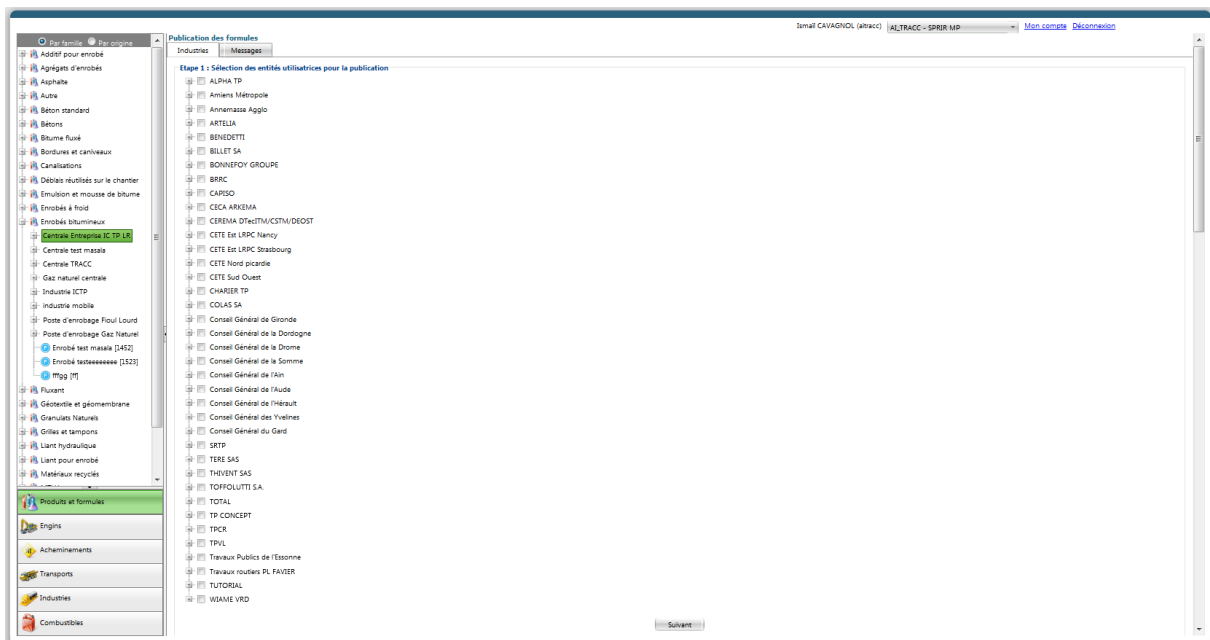

Figure 33 – Sélection des entités utilisatrices pour la publication
- 5- Choisir l'EU de l'adhérent vers laquelle publier les formules (Figure 33)